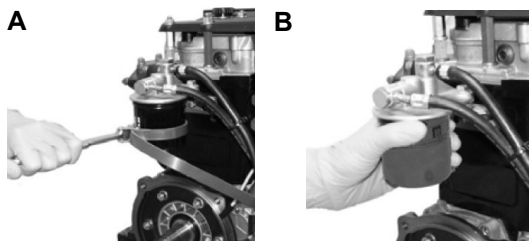

Abb. 37: Brennstofffilter
Schritt 3: Sicherungsring (Abb. 37, Pos. 1) nach links (Abb. 37 Pos. 5) drehen.
Schritt 4: Filtergehäuse (Abb. 37, Pos. 3) vorsichtig entfernen. Den Kraftstoff in einen zugelassenen Behälter gießen und ordnungsgemäß entsorgen. Die Unterkante des Filtergehäuses mit einem Werkstatdtuch festhalten, um Tropfen des Kraftstoffs zu verhindern. Verschütteten Kraftstoff unverzüglich aufwischen.
Schritt 5: Den Kraftstofffilter (Abb. 37, Pos. 4) nach unten ziehen, um ihn zu entfernen.
Schritt 8: Den Zustand des O-Rings (Abb. 37, Pos. 6) überprüfen. tauschen Sie ihm bei Bedarf aus.
Schritt 9: Das Filtergehäuse am Befestigungsflansch anbringen und Sicherungsring (Abb. 37, Pos. 1) nach rechts (Abb. 37, Pos. 2) drehen. Nur handfest anziehen.